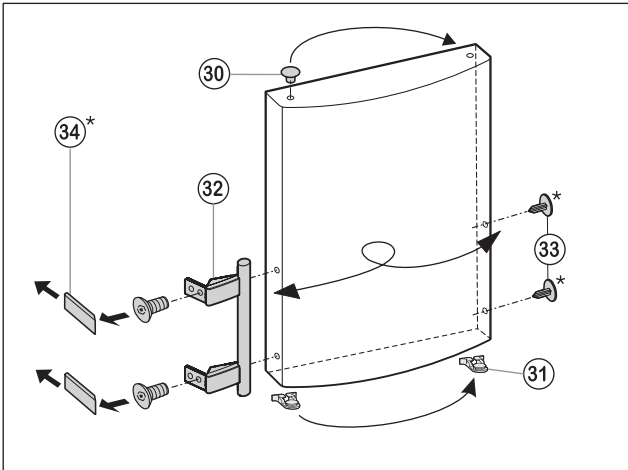

Fig.6
- Retirar o tampão Fig. 6 (30) do casquilho do apoio da porta e inverter a posição.
- Desmontar a pega da porta Fig. 6 (32), os tampões Fig. 6 (33) e as placas de pressão* Fig. 6 (34) e voltar a montá-los no lado oposto.